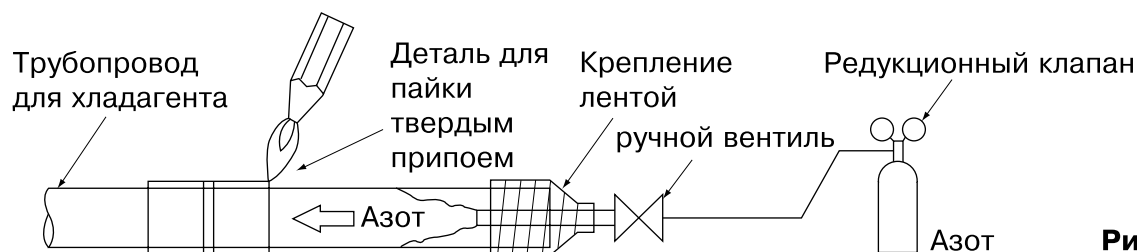

Рис. 14
2. Если пайка выполняется одновременно с подачей в трубопровод азота, азот необходимо довести с помощью редукционного клапана до 0,02 МПа. **(См. рис. 14)**